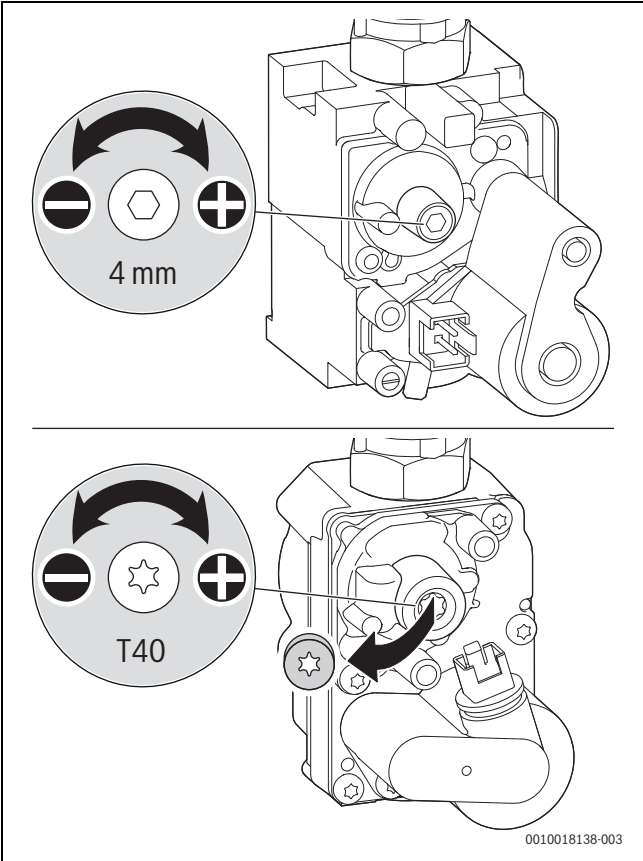

Fig. 36 Ajustar la concentración de CO2 o de O2
- Retirar el precinto en el tornillo de ajuste de la válvula de gas (sólo válvula de gas abajo en fig. 36) y ajustar la concentración de CO2 o de O2 para una mínima potencia térmica nominal.